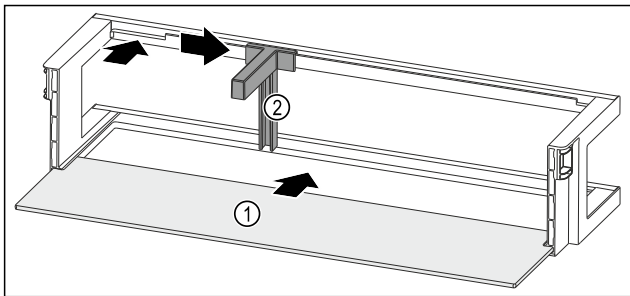

Fig. 96 Лотки на дверцятах з полицю
- ▶ Посуньте полицю Fig. 96 (1) у бічні пази.
- ▶ Вставте тримач пляшок Fig. 96 (2) у паз.
- ▶ Пересуньте тримач пляшок Fig. 96 (2) убік до бажаної позиції.